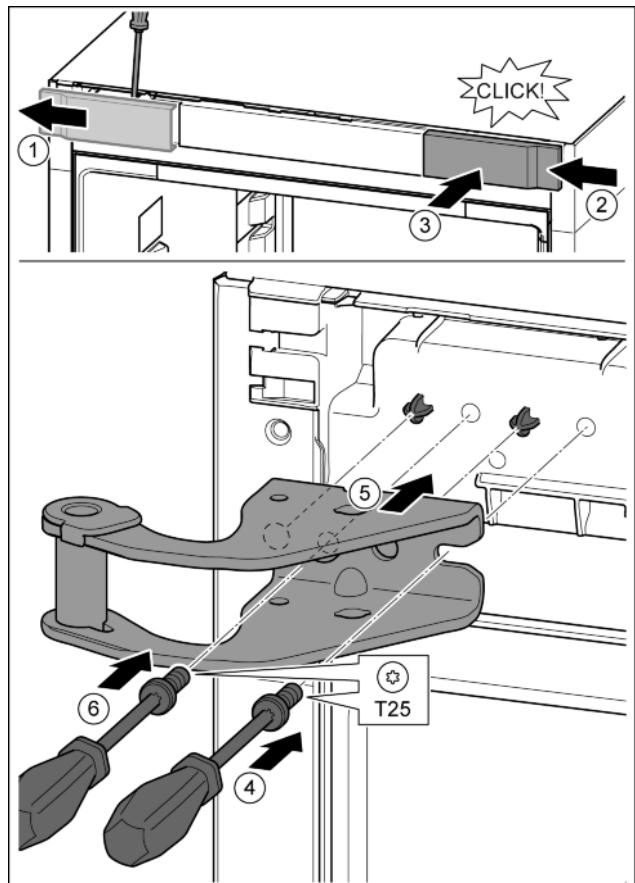

Fig. 15
- Крышку отсоединить с помощью отвертки и убрать в сторону. Fig. 15 (1)
- Навесить крышку, повернув ее на 180°, справа с другой стороны. Fig. 15 (2)
- Крышку зафиксировать. Fig. 15 (3)
- Установить винт отверткой T25. Fig. 15 (4)
- Установить верхний опорный кронштейн. Fig. 15 (5)
- Затянуть винт. Fig. 15 (4)
- Вставить и затянуть винт отверткой T25. Fig. 15 (6)